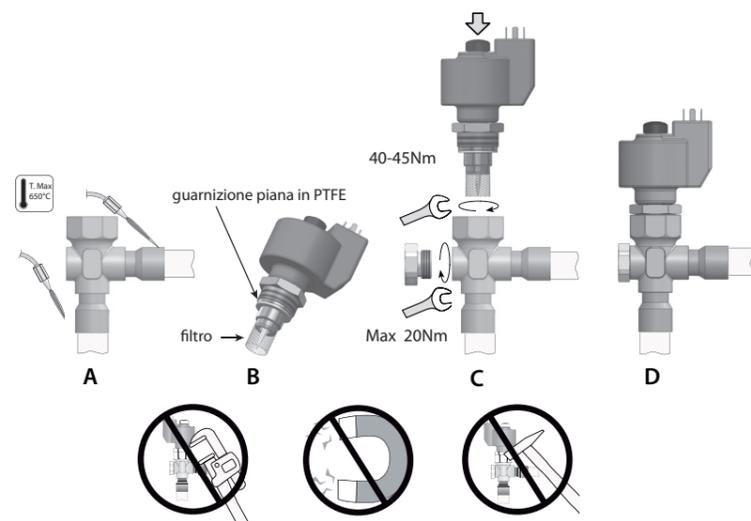

Fig.2
Le valvole E²V-S devono essere saldate al circuito mediante brasatura dei raccordi in rame ai tubi di uscita condensatore (IN) e di ingresso evaporatore (OUT). Seguire la successione indicata in Fig. 2 procedendo in questo modo:
2. Procedere alla saldatura orientando la fiamma verso l'estremità dei raccordi come da Fig. 2-A (per una migliore brasatura senza alterare la tenuta della zona di saldatura tra corpo e raccordi utilizzare lega con temperatura di fusione inferiore a 650 °C o con tenore di argento superiore del 25 %).
4. Verificare che la guarnizione piana in PTFE sia presente e posizionata in sede (Fig. 2-B).
5. Verificare che il filtro in rete metallica sia inserito sulla boccola di ottone (Fig.2-B). In caso contrario, posizionarlo come in figura e portarlo in battuta. **Attenzione! Utilizzare il filtro solo in mono-direzionale con ingresso del fluido dal raccordo laterale. In caso di utilizzo della valvola in direzione contraria, prevedere apposito filtro nel circuito, togliendo quello fornito.**
6. Avvitare nel corpo valvola la cartuccia in acciaio sull'apposito alloggiamento filettato con una chiave a forchetta da 24. Serrare la cartuccia sul corpo valvola con una coppia di serraggio suggerita di 40-45 Nm (Fig. 2-D).
The E2V-S valves must be joined to the circuit by braze welding the copper fittings to the condenser outlet (IN) and evaporator inlet (OUT) pipes. Proceed as indicated in Fig. 2:
2. Weld by aiming the flame at the ends of the fittings as shown in Fig. 2-A (for better braze welding without affecting the seal of the welded area between the body and the fittings, use alloys with a fusion temperature less than 650 °C or with a silver content above 25%);
4. Make sure that the PTFE flat gasket is present in its seat (Fig. 2-B).
5. Make sure that the metal mesh filter is inserted on the brass bushing (Fig.2-B). Otherwise, position it as shown in the figure and make sure it's properly in place.
6. Tighten the steel cartridge in its threaded socket on the valve body using a 24 mm spanner. Tighten the cartridge on the valve body to a recommended tightening torque of 40-45 Nm (Fig. 2-D). For faster valve assembly, do not remove the motor from the cartridge.